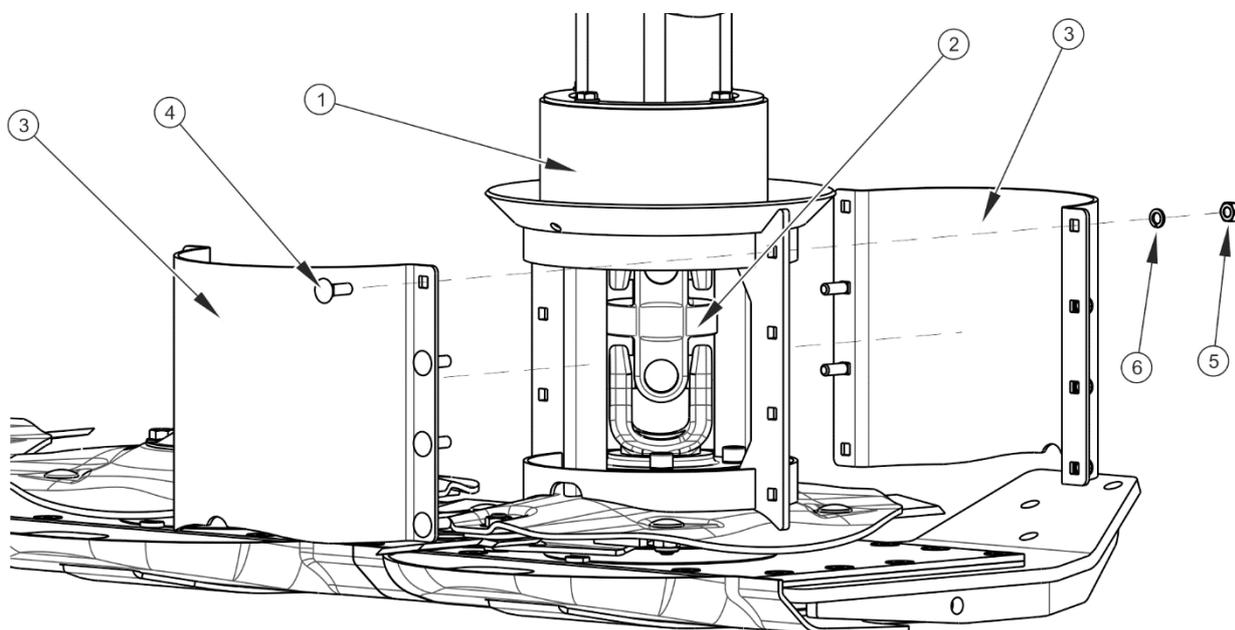

РИСУНОК 5.8 Очистка и смазка приводного диска
Чтобы косилка работала надлежащим образом, необходимо регулярно очищать и смазывать шарнирный шпиндель приводного диска (1) (РИСУНОК 5.8). Отсутствие